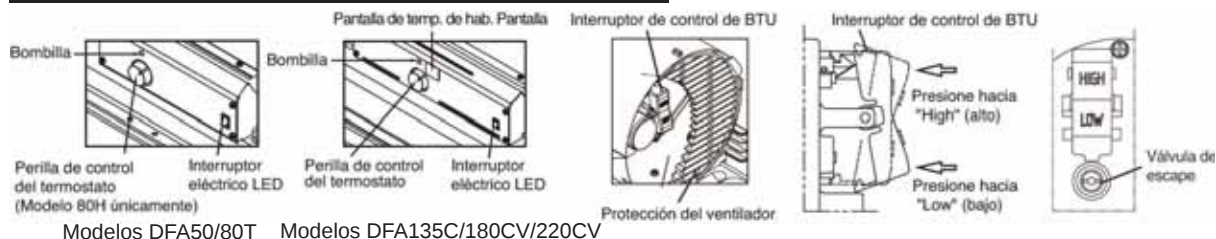

Figura 8. Controles para todos los modelos
5. Presione el "interruptor de control de BTU" al Nivel "Alto" (Consulte la figura 8). (Modelos DFA180CV/220CV únicamente)